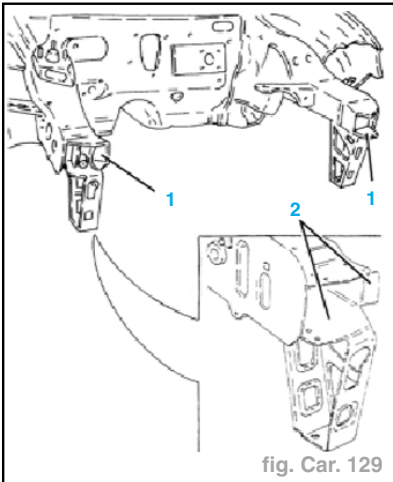

fig. Car. 129
- Retirer les découpes de la traverse soudées à l'extrémité des flancs (1) (fig. Car. 129).